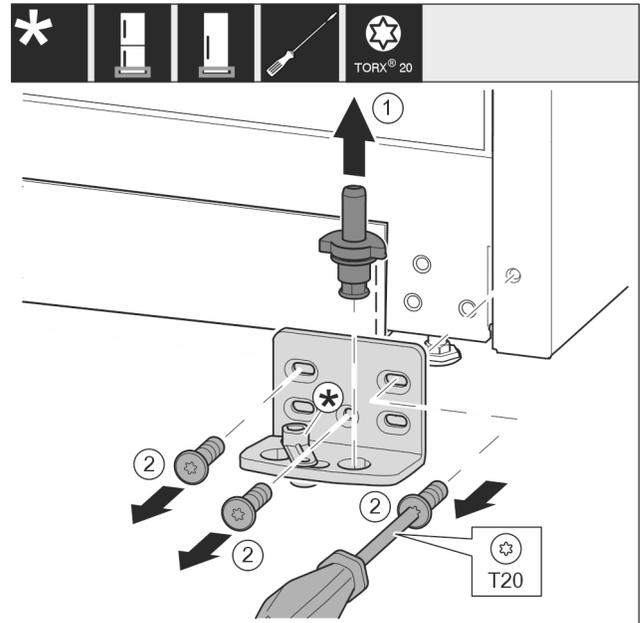

*Fig. 12*
- ▶ Enlever la rondelle. *Fig. 12 (1)*
- ▶ Desserrer les vis avec le tournevis T20. *Fig. 12 (2)*
- ▶ Enlever délicatement le cache. *Fig. 12 (3)*
- ▶ Visser fermement le support de palier avec film tourné de 180° de l'autre côté. *Fig. 12 (4)*
- ▶ Poser le cache tourné de 180° de l'autre côté. *Fig. 12 (5)*
- ▶ Enfiler la rondelle par devant. *Fig. 12 (6)*